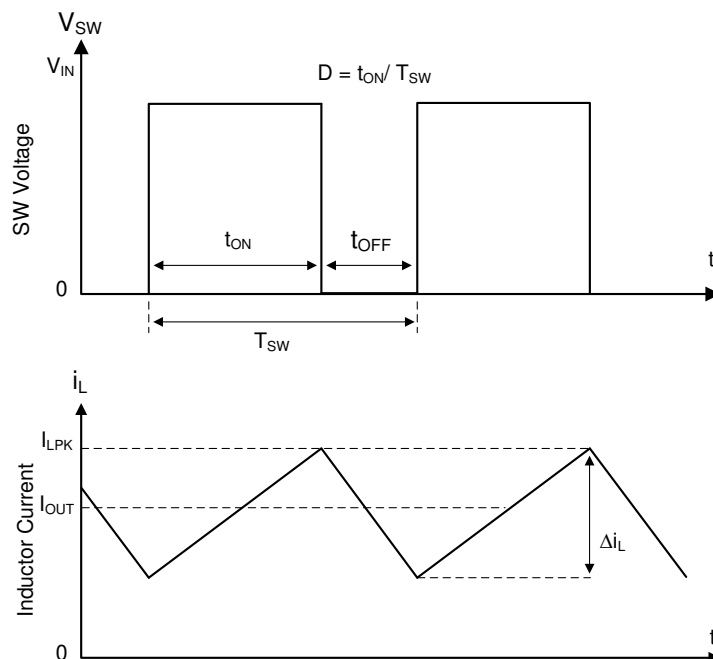

图 7-1. 连续导通模式 (CCM) 下的 SW 节点和电感器电流波形
LMR514x0-Q1 的以下运行说明参考了 功能方框图 和 图 7-1 中的波形。LMR514x0-Q1 是一款同步降压转换器，具有集成式高侧 (HS) 和低侧 (LS) 开关 (同步整流器)。LMR514x0-Q1 通过使用受控的占空比打开高侧和低侧 NMOS 开关，来提供稳定的输出电压。高侧开关导通期间，SW 引脚电压上升至约 V_{IN} ，电感器电流 i_L 以线性斜率 $(V_{IN} - V_{OUT})/L$ 增加。当高侧开关被控制逻辑断开时，低侧开关在经过反击穿死区时间后将会导通。电感电流通过低侧开关以斜率 V_{OUT}/L 放电。降压转换器的控制参数为占空比 $D = t_{ON}/T_{SW}$ ，其中 t_{ON} 是高侧开关导通时间， T_{SW} 是开关周期。转换器控制环路通过调整占空比 D 来维持恒定的输出电压。在可忽略损耗的理想降压转换器中， D 与输出电压成正比，与输入电压成反比： $D = V_{OUT}/V_{IN}$ 。